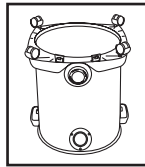

FIGURA 2
2. Si las rueditas no están ya instaladas en la carretilla, inserte las rueditas en el fondo de la carretilla colocando el vástago de la ruedita dentro de los orificios suministrados. Aplique presión y torsión hasta que las rueditas hayan encajado en su lugar. **FIGURA 2.**